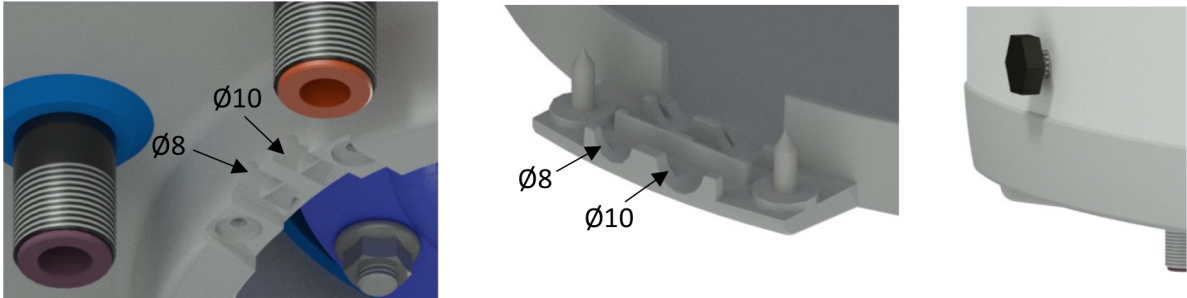
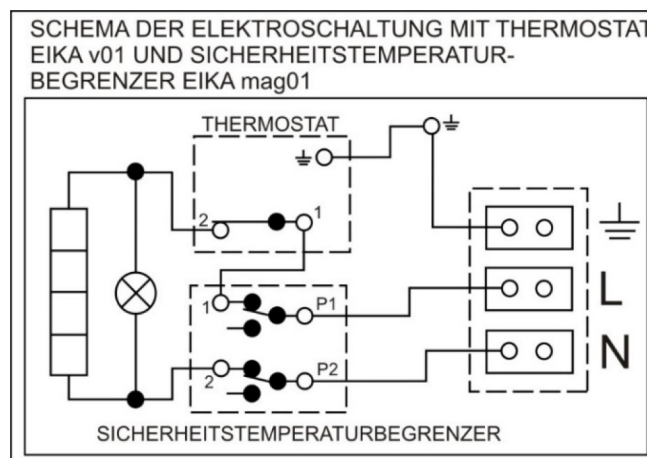

Abbildung 8
Abbildung 9
Der Anschluss ist laut Anschlusschema durchzuführen. Der im Werk vorgenommenen Anschluss darf nicht geändert werden! (Abbildung 9). Die Trennwand in der Abdeckung der Elektroinstallation entfernen, die dem Durchmesser des Zuleitungskabels, also $\phi 8$ oder $\phi 10$ (Abbildung 8) entspricht. Die elektrischen Teile des Warmwasserbereiters haben die Schutzklasse IP 44. Der Leistungsbedarf des Warmwasserbereiters beträgt 2200 W.
- Das Schema des Elektroanschlusses ist dem Warmwasserbereiter am Gehäuse der Elektroinstallation (Abbildung 9) beigelegt.